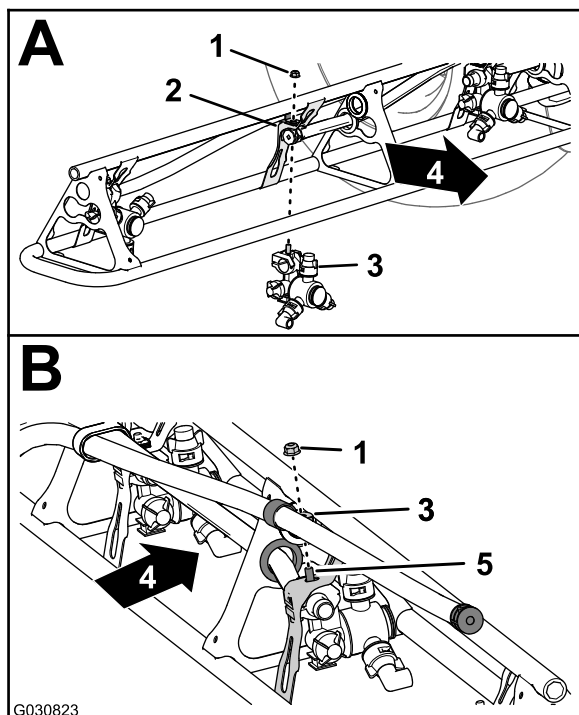

图132
- 在喷嘴的位置 1 和 4 处使用在 从外侧喷洒段上卸下喷嘴。(页码 45) 的步骤 2 中卸下的凸缘锁紧螺母 5/16 英寸将喷嘴安装到喷嘴固定架图132 中的 A 上。
- 在喷嘴的位置 2 和 3 处使用在 从外侧喷洒段上卸下喷嘴。(页码 45) 的步骤 2 中卸下的凸缘锁紧螺母 5/16 英寸将喷嘴安装到喷嘴固定架图132 中的 A 上。
螺母5/16 英寸将喷嘴安装到喷嘴固定架图132 中的 A 和 B 上。